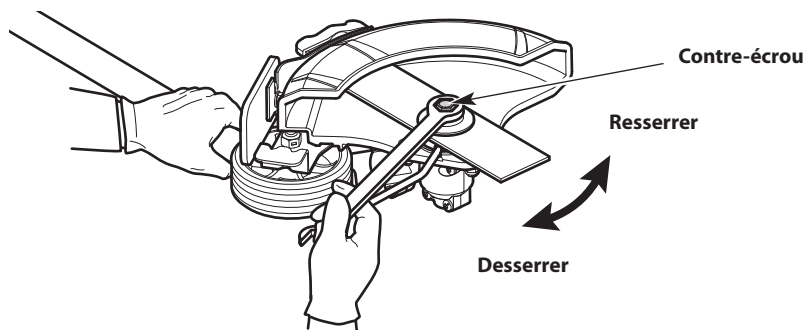

Fig. 9
3. Tout en maintenant la tige de verrouillage, desserrez le contre-écrou en le tournant dans le **sens des aiguilles d'une montre** avec une clé (Fig. 9).
6. Tout en maintenant la tige de verrouillage, serrez le contre-écrou en le tournant dans le **sens inverse des aiguilles d'une montre** (Fig. 9). Assurez-vous que la lame reste à plat et centrée sur l'arbre de sortie, pendant que vous serrez le contre-écrou.